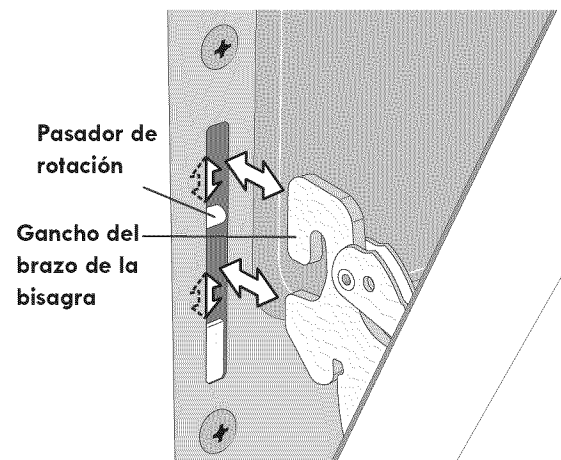

Figura 4
5. Con la puerta del horno en la posición de asar, levante los brazos de las bisagras de la puerta sobre los pasadores de rotación ubicados a cada lado del marco del horno (figura 4).
2. Sosteniendo la puerta en el mismo ángulo de extracción, coloque el gancho del brazo de la bisagra sobre los pasadores de rotación ubicados a cada lado del marco de la puerta (figura 4). El gancho de los brazos de las bisagras debe estar completamente asentado sobre los pasadores de rotación.